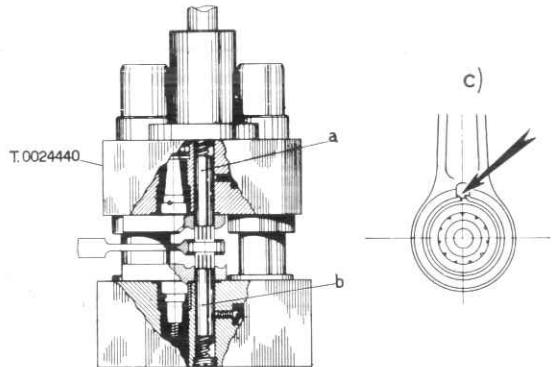

Fig. 3
A) - Mount onto half shaft clutch side, group consisting of: crank pin, con-rod, oversized washer, and circlip, ensuring that latter component has gap located as shown in fig. 3.
Fig. 3 bis
(Fig. 3). Meter los dos semivolantes en su alojamiento de manera que los obturadores superior e inferior «a» y «b» pasen a través de los agujeros para muñequilla. Meter en posición el grupo biela-muñequilla anillos de tope sobreredida y anillos elásticos, cerciorarse que estos últimos lléven la entalladura orientada como se indica en la figura.